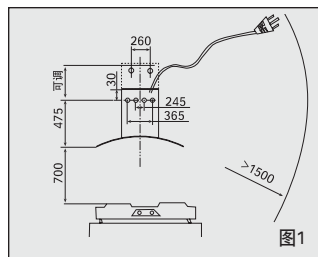
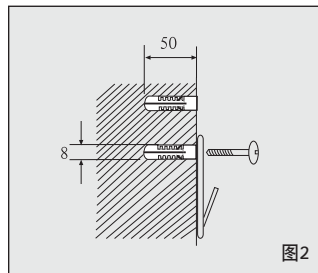

图1
图2
1. 按图2尺寸在灶具上方坚实的地方确定冲击钻孔位置。冲击钻配上 $\varnothing 8$ 的冲击钻头，在钻孔位置上钻出4个直径为8mm，深为50mm的孔(间距分别为245mm和365mm)，在四个打孔处安装膨胀螺栓，固定主机挂钩，旋入木螺钉拧紧(图1)。
2. 根据实际情况确定内装饰罩的高度，按图2尺寸在安装吸油烟机位置正上方坚实的地方确定冲击钻钻孔位置(间距为260mm)。在钻孔位置上钻出2个直径为8mm，深为50mm的孔，牢固埋设膨胀管，将装饰支架固定孔对准膨胀管，旋入木螺钉拧紧(图2)。
- ★ 电源插座应在离油烟机小于1500mm的地方(图1)